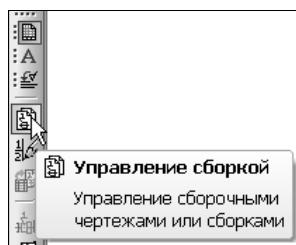

Рис. 9.103. Команда Управление сборкой на инструментальной панели Спецификация
- Если вы находитесь в режиме разметки страниц, вернитесь в нормальный режим работы со спецификацией. Нажмите кнопку **Управление сборкой** на инструментальной панели **Спецификация** (рис. 9.103).